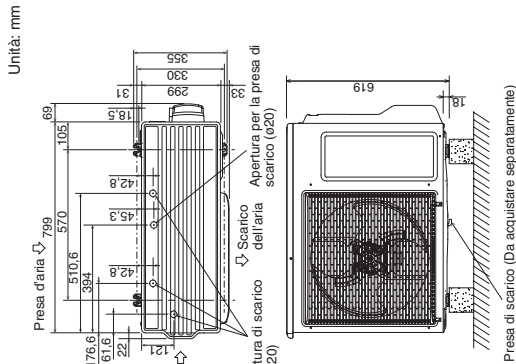

Fig. 3-1
- Vedere la Fig. 3-1 per le dimensioni dei bulloni di ancoraggio.
- Vedere la Fig. 3-1.